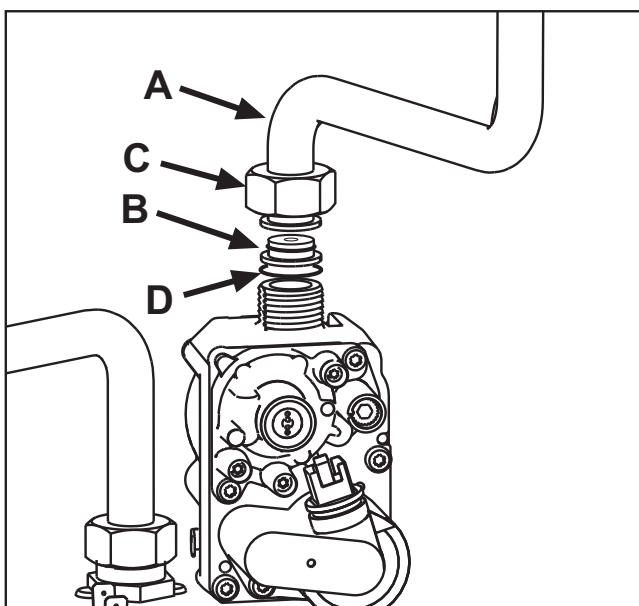

fig. 22
3. Deșurubați piulița **C** și scoateți tubul de gaz **A** de pe valva de gaz (vezi fig. 22).
4. Înlocuiți duza **B** introdusă pe tubul de gaz cu cea aflată în kitul de transformare, interpunând garnitura **D** (vezi fig. 22).